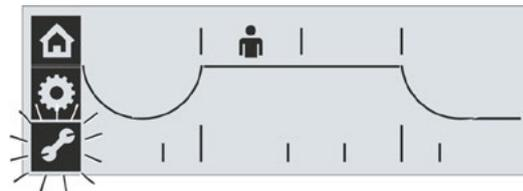

Fig. 1: Selezionare il menu Parametri
4. Selezionare il menu "Parametri": ruotare il Drive Controller finché il simbolo della chiave non lampeggia a colori invertiti (fig. 1).